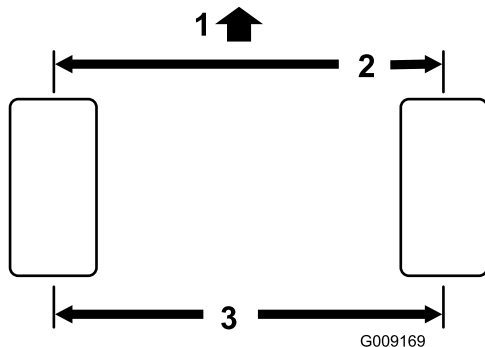

図 68
2. 後輪の前と後ろで、左右のタイヤの中央線間距離を測るアクスルの高さ位置で計測 図 68。